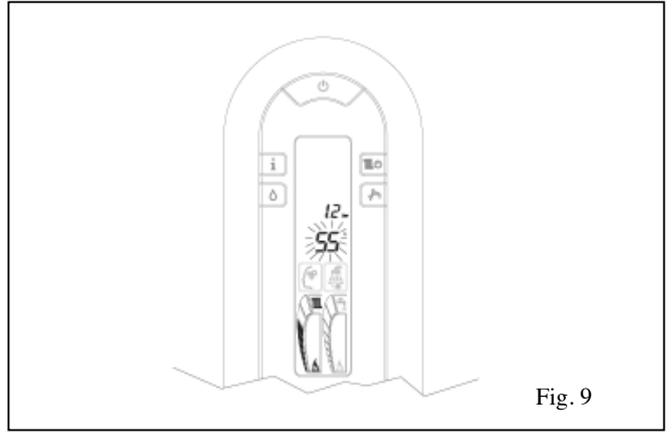

Fig. 9
6. 采暖自动调节 -S.A.R.A. 功能 (Fig.9)